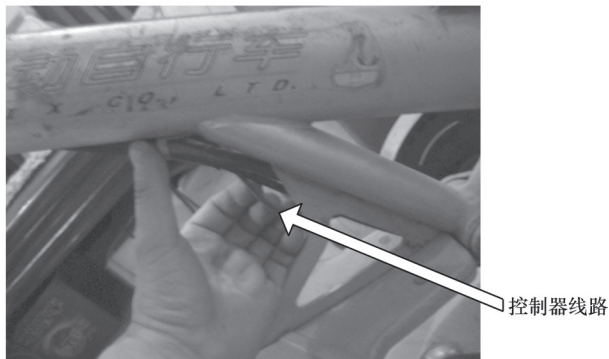

图8-15 检查控制器线路
6) 从调速转把处顺着调速信号线向控制器检查，如图8-15所示，发现调速信号线在仪表电路板和控制器间的线束内断开。